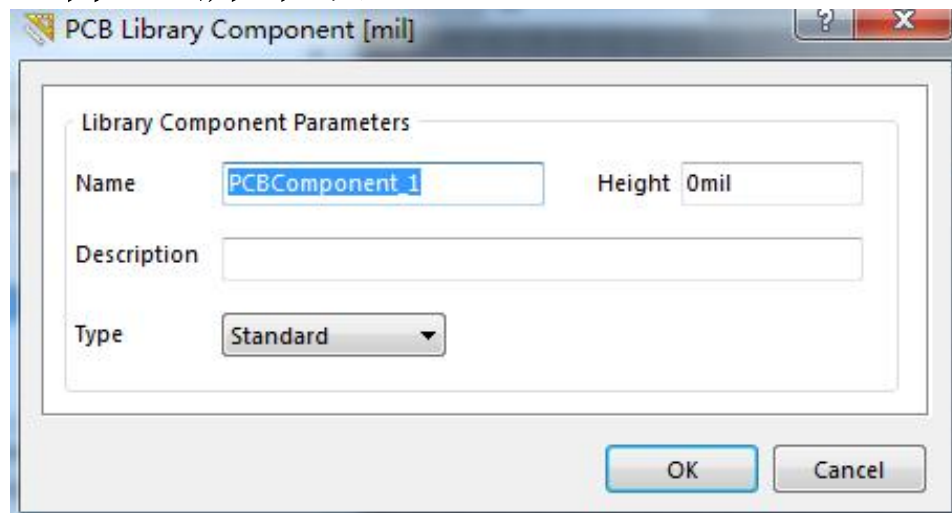

图2-31
(1) Components (元件列表) 在该栏中列出了当前所打开的PCB库文件中的所有库元器件, 包括元器件的名称及相关的描述。双击“PCBComponent_1”, 弹出如图2-31所示“PCB Library Components”对话框, 可以对新建PCB元件重新命名。
(2) Component primitives (元件组成部分) 在该栏中可以对来自库元器件的各组成部分、名称和元件预览。